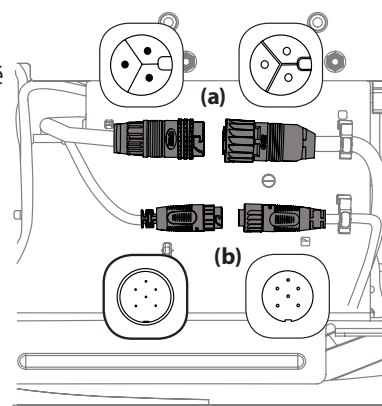

Figure 23
3. Débranchez les adaptateurs des moteurs du plateau de coupe placés sous l'appareil. Tournez le collier du plus grand connecteur (a) vers la gauche et débranchez-le avec précaution. Voir Figure 23.